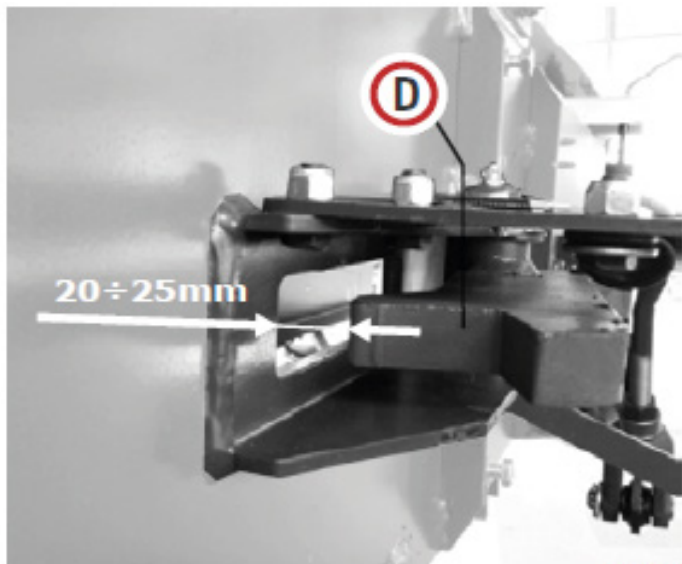
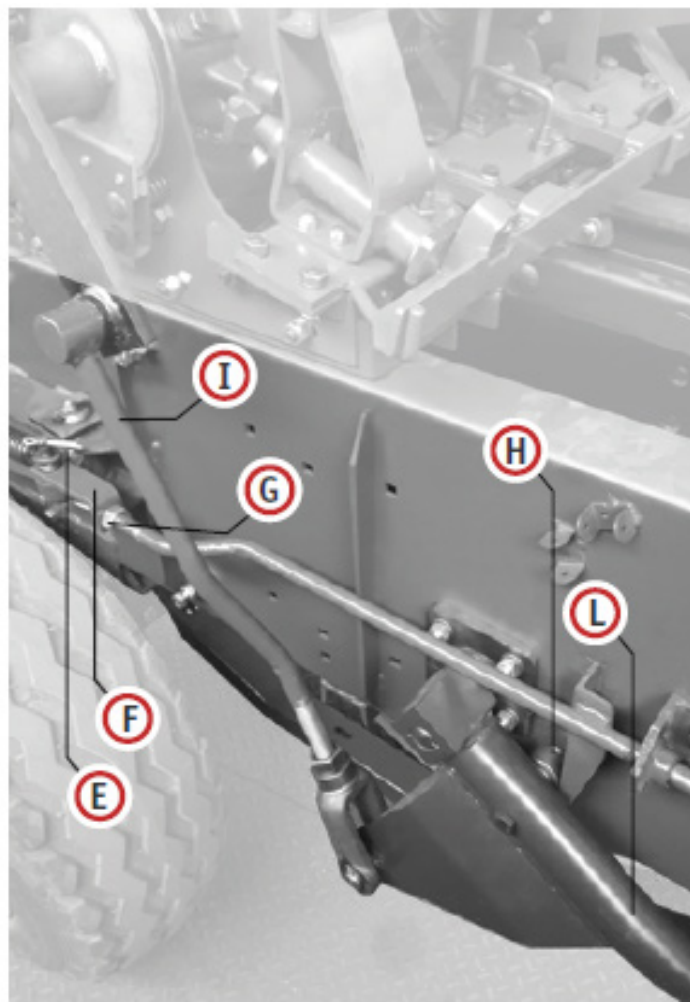
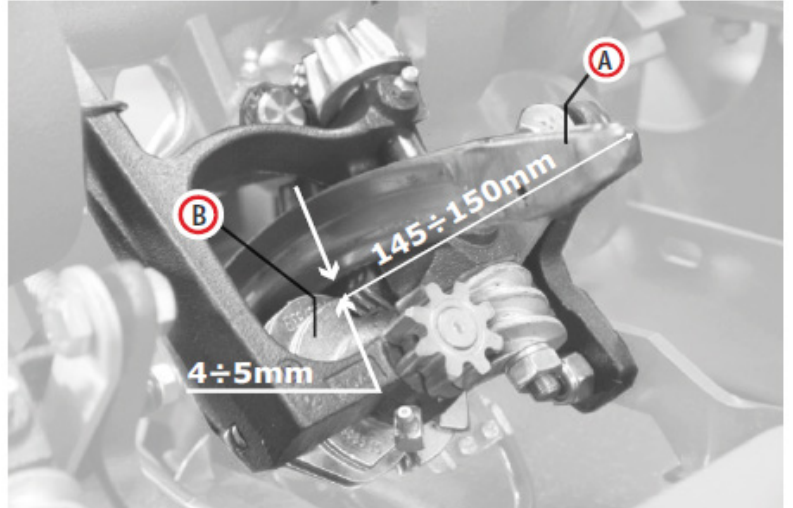
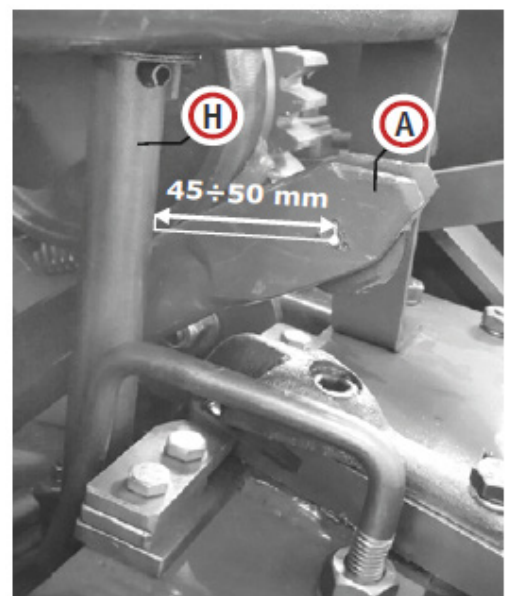

Fig.15
Fig.15b
Fig.21
Fig.27
Todas las máquinas Cicoria están completamente equipadas con dispositivos de seguridad y protección y la barra de bloqueo (D) (Fig. 15) es una de ellos. Ha sido ensamblada en el lado izquierdo de la máquina y ha sido diseñada para bloquear la carrera del pistón. Opera para proteger las agujas cuando el pistón podría correr sobre ellas debido a falta de sincronización entre el pistón y las agujas. También puede llevar al rompimiento del perno de seguridad del volante para evitar cualquier daño a la máquina.
1. Vuelva a colocar el brazo de la aguja (L) en reposo como se indica en la (Fig. 15b).
2. La barra de acoplamiento (I), que está conectada directamente al rodillo (H), mantiene la barra de bloqueo fuera de la cámara de compresión.
3. En este punto, establezca la distancia de entre 20 y 25 mm entre la barra de bloqueo y el costado de la cámara de compresión (Fig. 15).
2. Empuje las agujas hacia arriba (A) (Fig. 21) y asegúrese de que en el borde del marco del anudador y que su distancia desde el disco de hilo, que puede regularse con los tornillos adecuados, sea de entre 4 y 5 mm (Fig. 21).
3. Asegúrese de que el extremo de cada aguja, cuando esté al máximo de la corrida, esté entre 145 y 150 mm del disco de hilo (Fig. 21). Puede regularlo utilizando la horquilla de la barra de acoplamiento (I) (Fig. 15b página 78).
4. Al final del recorrido de la aguja (A) (Fig. 27), el centro de la polea debe estar a una distancia de entre 45 y 50 mm de la superficie externa de los ejes (H). Puede regularlo utilizando la horquilla de la barra de acoplamiento (I) (Fig. 15b).